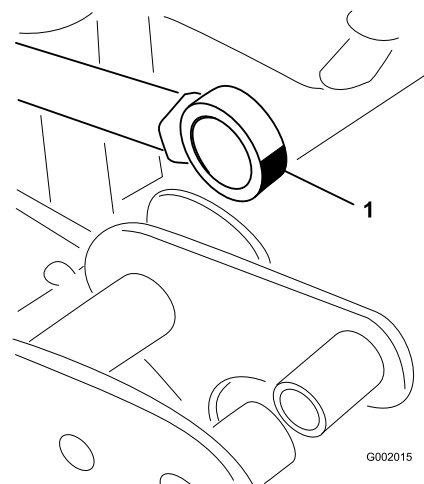

Figura 44
5. Manipule a extremidade do rolamento da barra do accionador e aplique massa lubrificante no rolamento (Figura 44). Limpe a massa lubrificante em excesso.